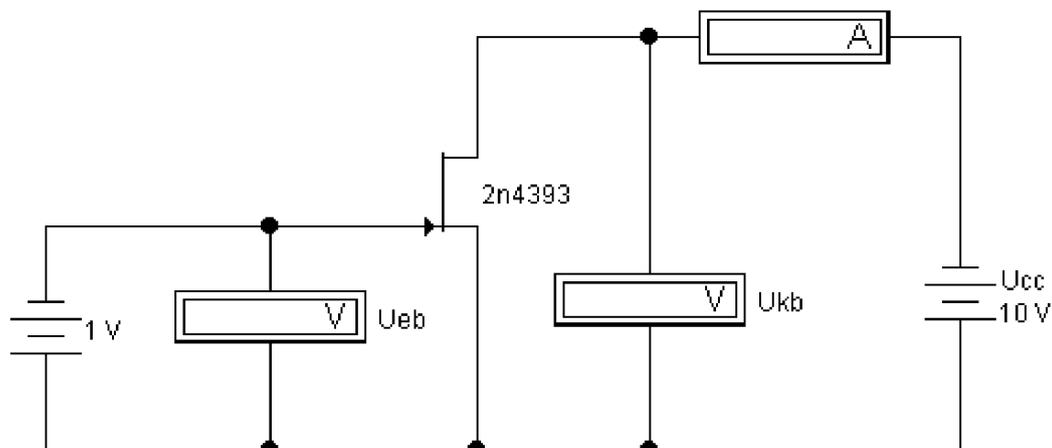

Рис. 12. Схема для исследования ВАХ полевого транзистора с управляющим p-n-переходом
Для исследования семейства выходных ВАХ полевого транзистора в схеме с ОИ может быть использована схема на рис. 12. Она содержит источник на-
1. Соберите на рабочем поле схему (рис. 12) и включите схему. Снимите стоковые характеристики полевого транзистора с p-n переходом и каналом n-типа: $I_c = f(U_{си})$, $U_{зи} = \text{const}$. Первоначально установить $U_{зи} = 0$, а затем снимите стоковые характеристики полевого транзистора с двумя другими значениями $U_{зи}$.